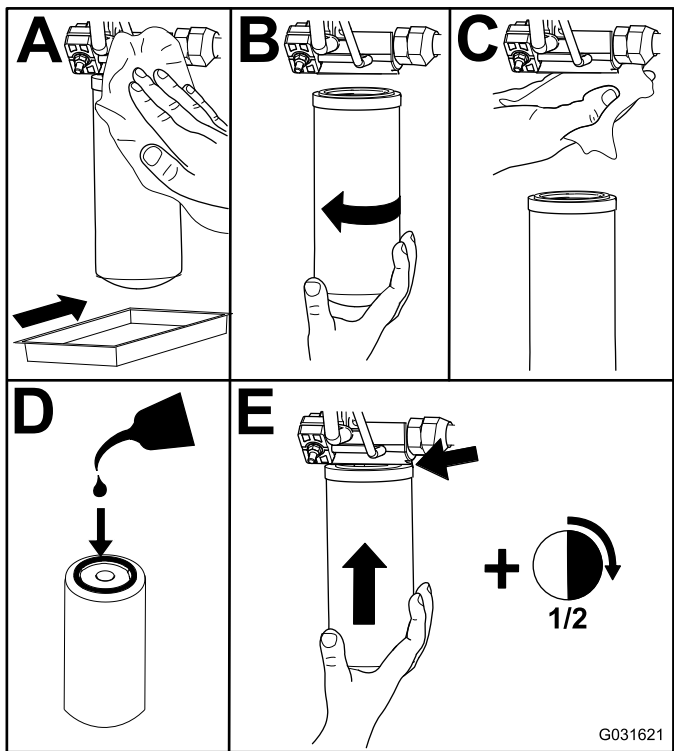

Bild 84
2. Tauschen Sie die Hydraulikfilter aus (Bild 84).